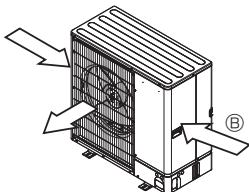

Fig. 2-6
- ③ Plaats het apparaat indien mogelijk zo dat de luchtuiltaat in dezelfde richting blaast als de seizoenswinden. (Fig. 2-6)